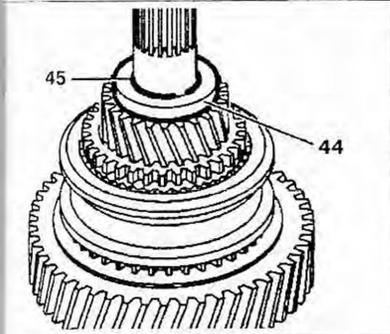

Рис. 4.38. Снимите стопорное кольцо 45 и упорную прокладку 44.
18. Снимите стопорное кольцо 45 и упорную прокладку 44 (рис. 4.38).